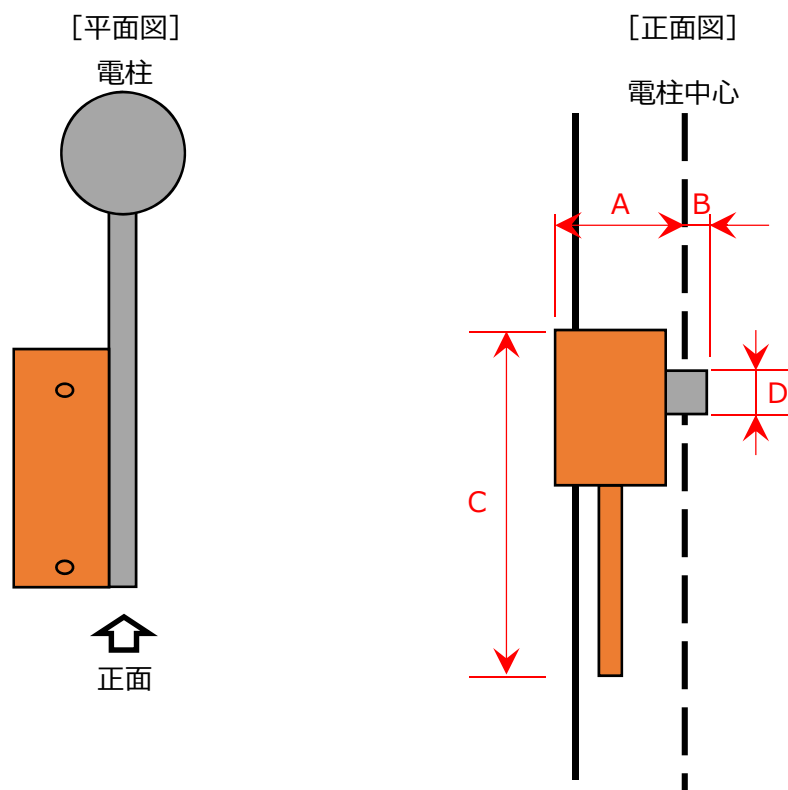
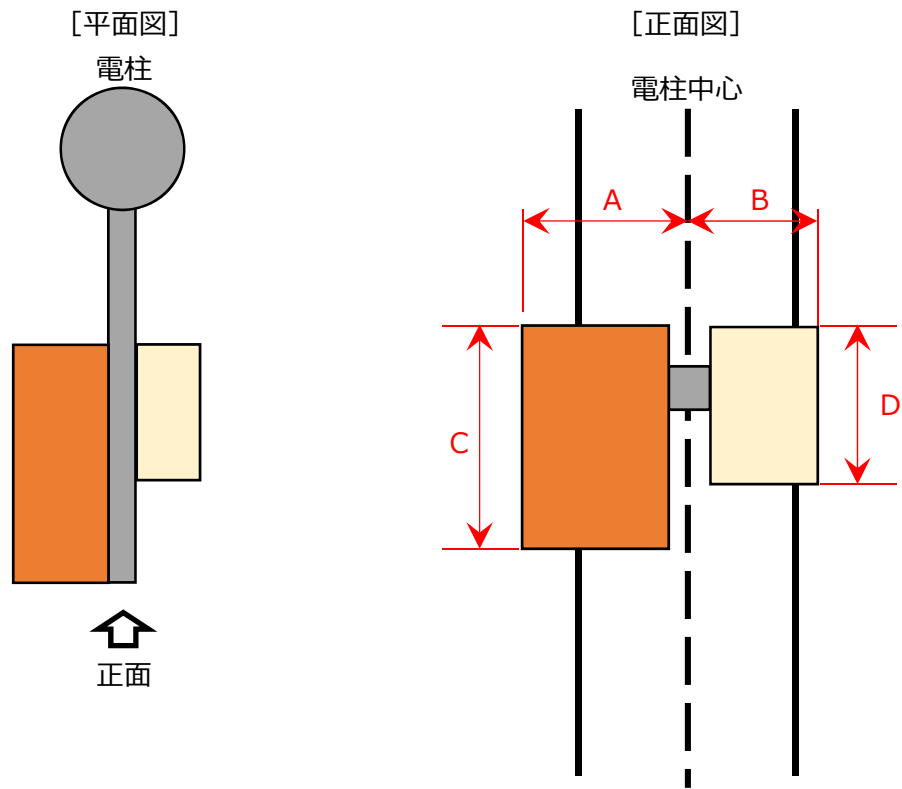
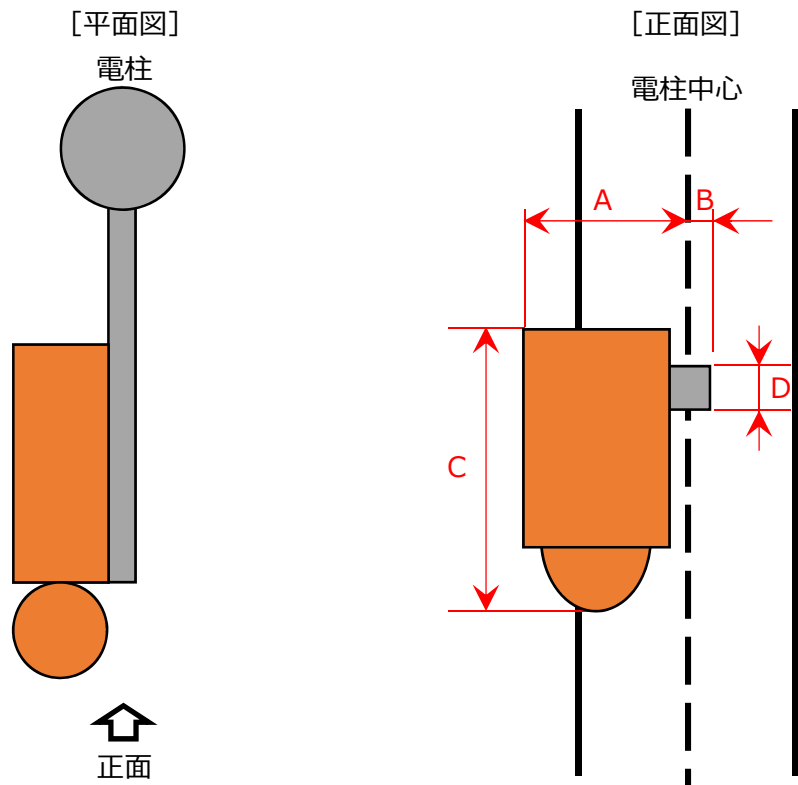

図2 設備形状別取付寸法考え方①
図3 設備形状別取付寸法考え方②
図4 設備形状別取付寸法考え方③
- (3) 設備形状別の取付寸法考え方は図 2，図 3，図 4 の通りとする。
- (1) 共架事業者の接地線と東電 PG の接地線とは共用しないものとする。やむをえず同一電柱に接地極を施設する場合は、図 4 のように設置すること。なお、この場合は、既設の接地極から 1m 以上隔離すること。
- (2) 接地線は足場釘 (ボルト) から 7cm 以上隔離し設置すること。
- (3) 接地線は地表上 2m までの部分を合成樹脂管などで保護の上、接地線、保護管とも 1m 間隔でガラス繊維入り軟質ビニルバンドおよびステンレスバンドで電柱に支持すること。